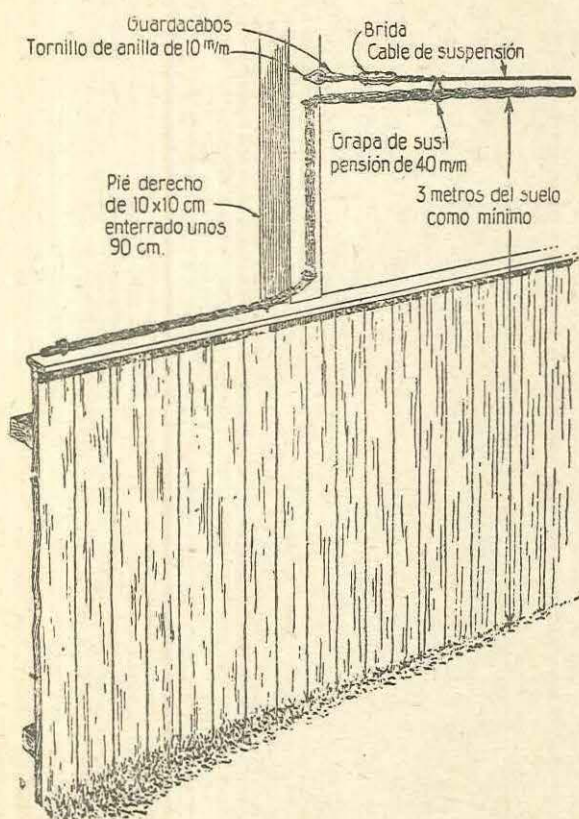

Fig. 27
- 31.—*Al tender el vano desde la valla al edificio se empleará el procedimiento para vanos aéreos indicado en el párrafo 22 (véase fig. 27).*